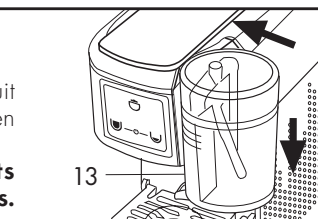

Fig. 12
- Fermer le support (11) et placer la tasse directement sur la grille. Contrôler que la trémie du verre à lait (13) est orientée dans la tasse. (**Fig. 12**)